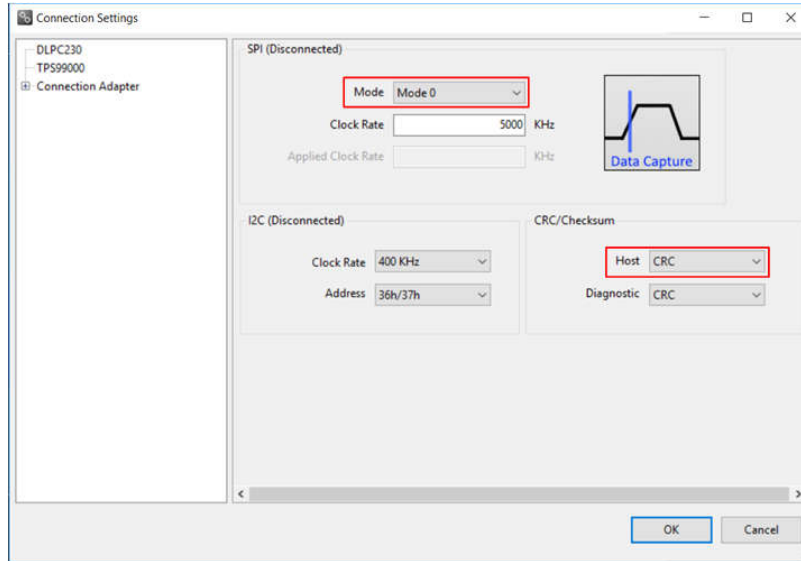

图 2-7. DLPC230-Q1 Automotive Control Program 通信设置
- 选择 **Connection Settings** 以确认图 2-7 中显示的 SPI 配置与表 1-3 中所述的控制器 PCB 开关设置相匹配。具体而言，SPI 模式和“CRC/Checksum”可能因开关设置而异。配置完成后，按 **OK**。